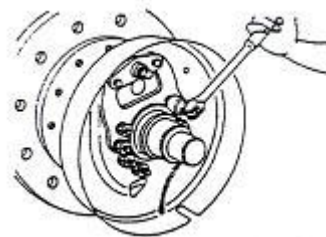

Рис. 2-23
(6) Снимите E-образное стопорное кольцо, используемое для крепления тросика к тормозному щиту. Затем открутите крепежные болты и отделите тормозной щит от ведущей оси. См. Рис. 2-23